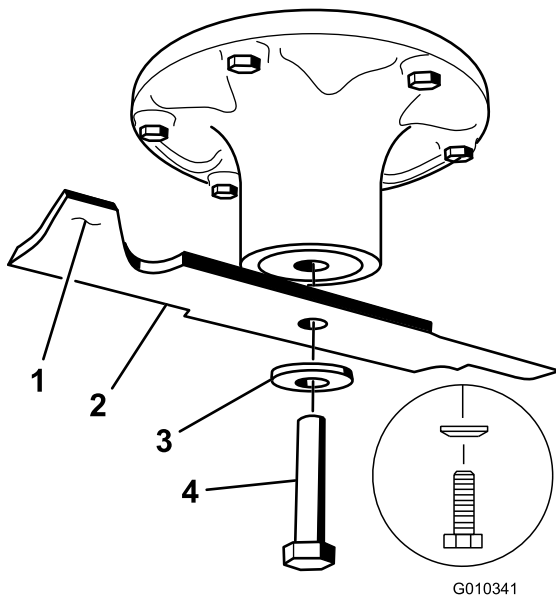
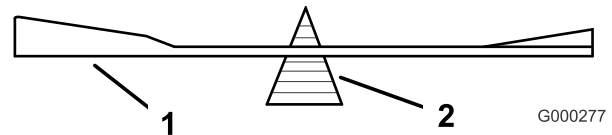

Bild 66
Bild 68
Halten Sie das Ende des Messers mit einem stark wattierten Handschuh oder wickeln Sie einen Lappen um es herum. Entfernen Sie die Messerschraube, Wellenscheibe und das Messer von der Spindelwelle (Bild 66).
2. Überprüfen Sie die Auswuchtung des Schnittmessers auf einer Ausgleichsmaschine (Bild 68). Wenn das Schnittmesser in seiner horizontalen Position bleibt, ist es ausgewuchtet und kann wiederverwendet werden. Feilen Sie, wenn das Schnittmesser nicht ausgewuchtet ist, vom Flügelbereich des Messers etwas Metall ab (Bild 66). Wiederholen Sie diesen Vorgang, bis das Messer ausgewuchtet ist.
1. Setzen Sie das Messer auf die Spindelwelle (Bild 66).
2. Setzen Sie die Federscheibe und die Messerschraube ein. Der Konus der Federscheibe muss bei der Installation in Richtung Schraubenkopf zeigen (Bild 66). Ziehen Sie die Messerschraube mit 135 bis 150 Nm an.